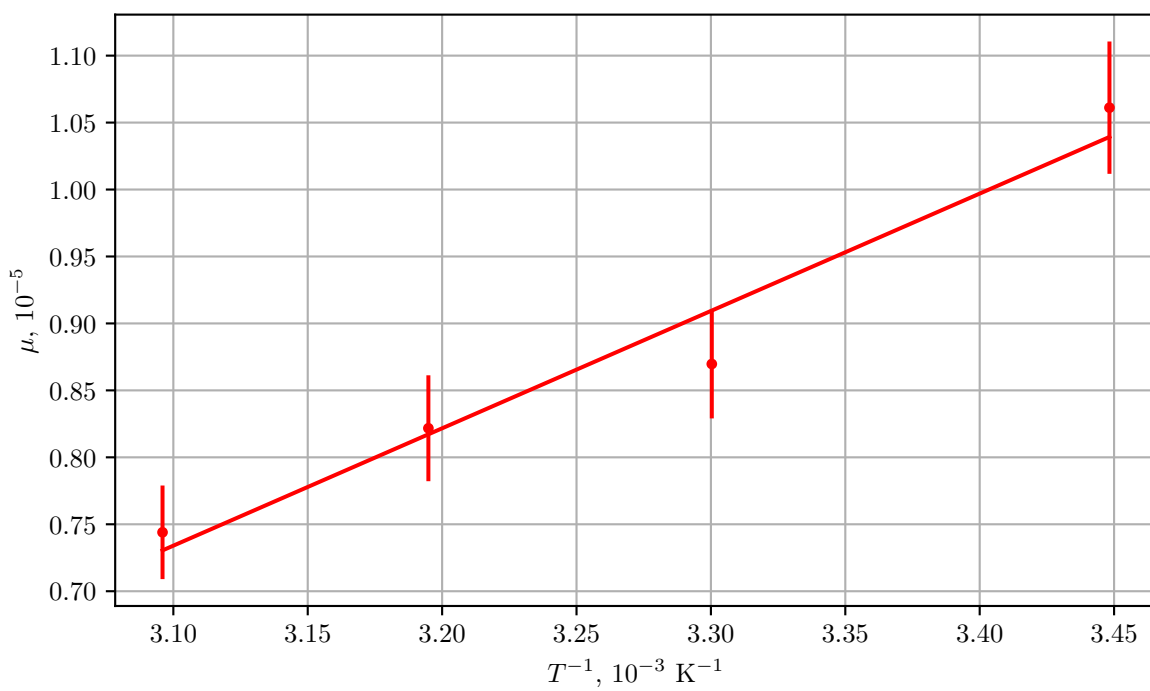

Рис. 3: График  $\mu(T^{-1})$
7. Результаты для разных температур представим в таблице 2 и на графике  $\mu(T^{-1})$  (рис. 3).